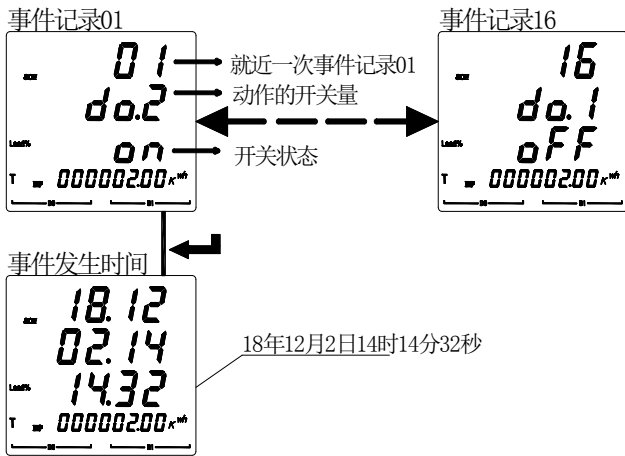

图 19
5.2.7 查看 AMC72L/96L 的事件记录参数步骤如图 19 所示